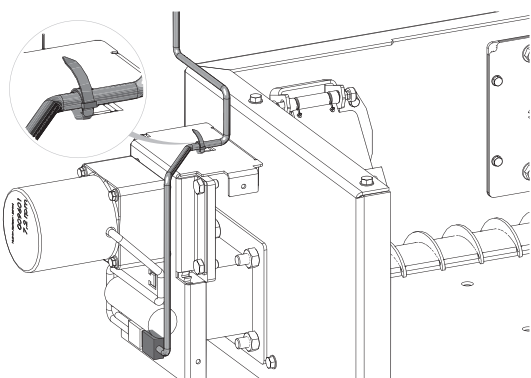
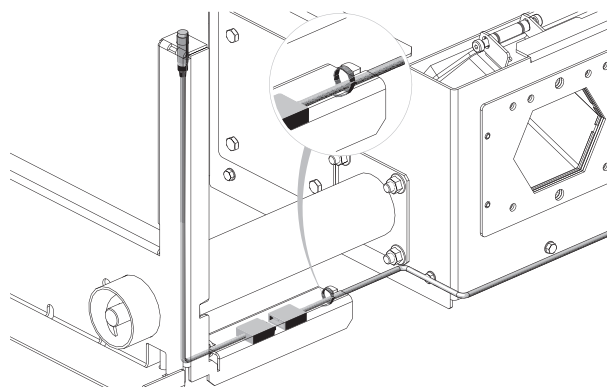

Fig. 227
Fig. 228
► Posare il cavo del motore e il cavo del sensore di prossimità, collegarli e fissarli con delle fascette – Fig. 227, Fig. 228.